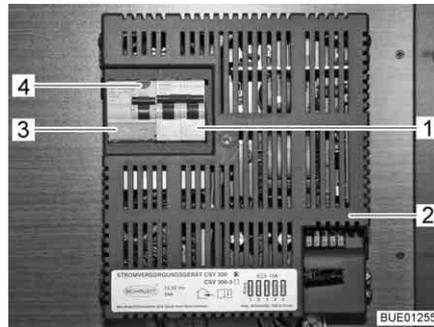

Fig. 115 Fusible automático de 230 V en interruptor FI (CSV 300)
Un interruptor de corriente de defecto (interruptor FI) (Fig. 115,3) en el equipo de alimentación de corriente CSV 300 (Fig. 115,2) asegura el vehículo completo contra corriente de defecto (0,03 A).
Un interruptor de protección de línea de dos polos (Fig. 115,1) postconectado en el equipo de alimentación de corriente protege la red de a bordo de 230 V.
- Si el vehículo está conectado a la alimentación de 230 V, pulsar la tecla de prueba (Fig. 115,4). Se debe activar el interruptor de corriente de defecto (interruptor FI).